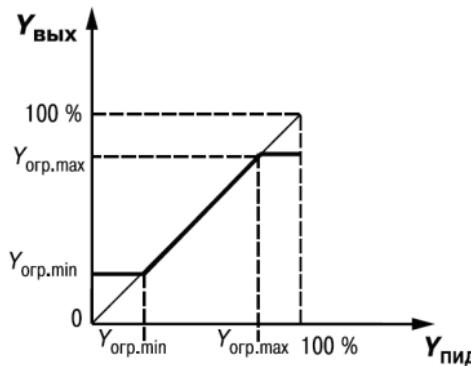

Рисунок 3.9
- максимальный  $Y_{\text{огр.макс}}$  и минимальный  $Y_{\text{огр.мин}}$  (рисунок 3.9);